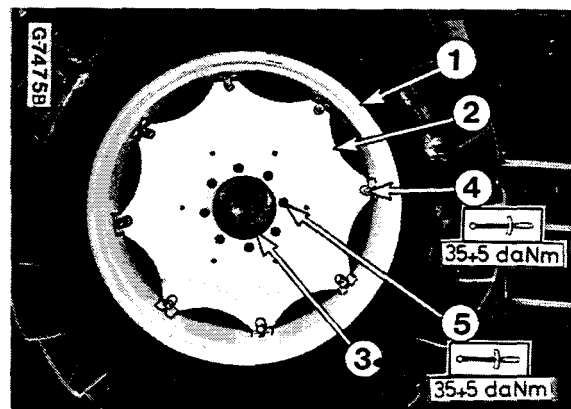

Figure 24
Après avoir procédé au réglage de la voie, assurez-vous que les écrous de jante (4) Fig. 24 sont serrés au couple prescrit.